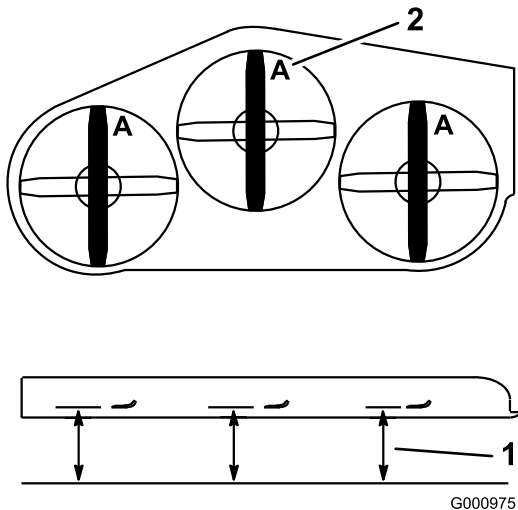

Figura 78
3. Gire las cuchillas hasta que los extremos estén orientados hacia adelante y hacia atrás (Figura 78). Mida desde una superficie nivelada hasta el filo de corte, posición **A**, de las cuchillas (Figura 78). Anote esta dimensión.